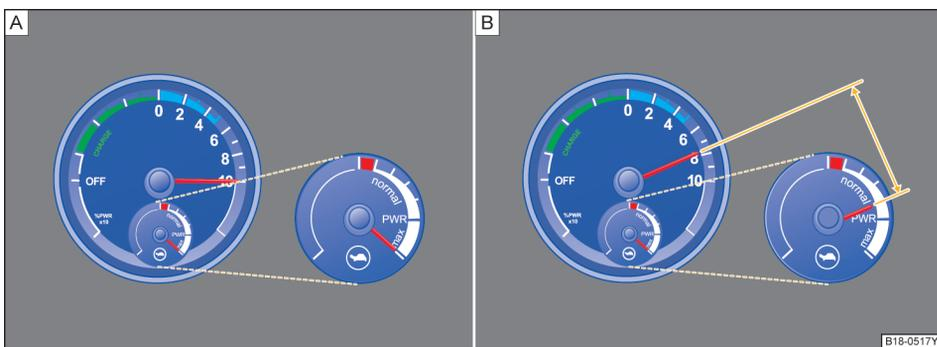

图 12 可用功率表-示意图
- Ⓐ 指针位于 max 区域时，电驱动装置可以达到最高可用功率。（全油门加速时，行驶功率表指针可以达到 10。）⇒ 图 12 Ⓐ
- Ⓑ 指针位于 normal 区域时，电驱动装置无法达到最高可用功率。（全油门加速时，行驶功率表指针最多可与可用功率表平行。）⇒ 图 12 Ⓑ